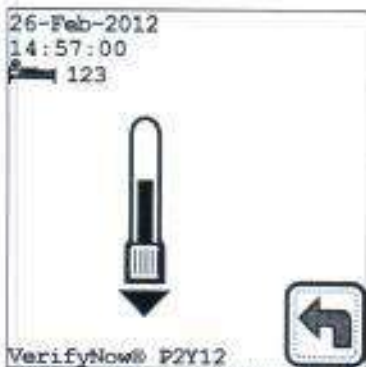

Figura 5-16 Resultados de IIb/IIIa
La prueba de IIb/IIIa reporta los resultados del paciente en unidades de agregación plaquetaria (PAU) con una opción para calcular la inhibición porcentual (Figura 5-16). Las unidades de agregación plaquetaria (PAU) se calculan como una función de la tasa y alcance de agregación.
2. Pulse la tecla Siguiente  para regresar a la pantalla Resultados (Results) (Figura 5-16). Pulse la tecla Recuperar  para recuperar resultados de pruebas anteriores. Consulte el Capítulo 6, *Recuperación de resultados de prueba*, para obtener más información sobre la recuperación de resultados.